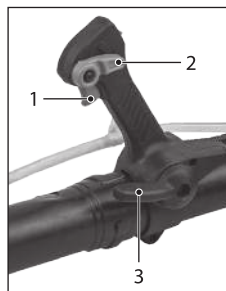

Рис. 27
2. Настройте регулятор подачи порошкового распыляемого вещества 3 (рис. 27). Поверните регулятор против часовой стрелки для увеличения концентрации распыляемого вещества в потоке. Поверните регулятор по часовой стрелке для уменьшения концентрации распыляемого вещества в потоке. 3. Нажмите на курок газа 1 (рис. 27) и приступайте к работе. Обратите внимание, что устройство оснащено функцией круиз-контроля. Регулировать обороты двигателя и, соответственно, дальность распыления можно также с помощью рычага 2 (для его разблокировки необходимо нажать на курок газа 1). Нижнее положение рычага круиз-контроля соответствует низким оборотам двигателя, верхнее положение соответствует высоким оборотам.
4. Установите регулятор подачи порошкового распыляемого вещества в положение «Закрыто» 3 (рис. 27).